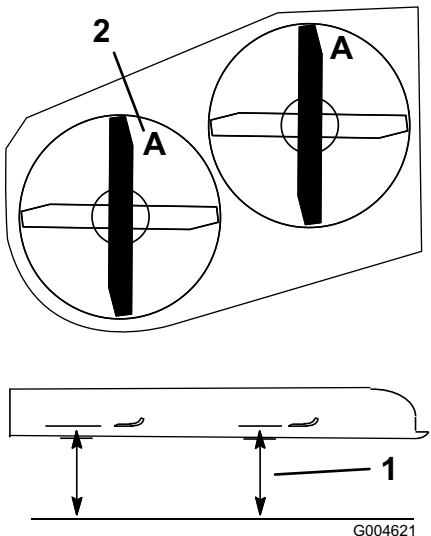
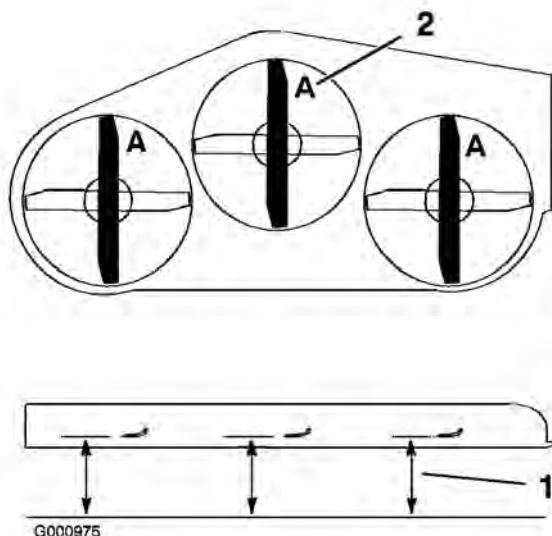

Figura 56
Figura 57
cuando ambas están orientadas hacia adelante (Figura 56 o Figura 57).
3. Gire las cuchillas hasta que los extremos estén orientados hacia adelante y hacia atrás (Figura 56 o Figura 57). Mida desde una superficie nivelada hasta el filo de corte, con
las cuchillas en la posición A (Figura 56 o Figura 57). Anote esta dimensión.